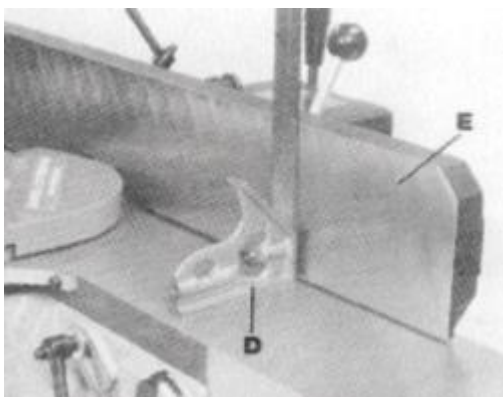

Рис. 20 Установка угольника
Установите угольник (D), Рис. 20, на столе фуговального станка и напротив ограждения (E).